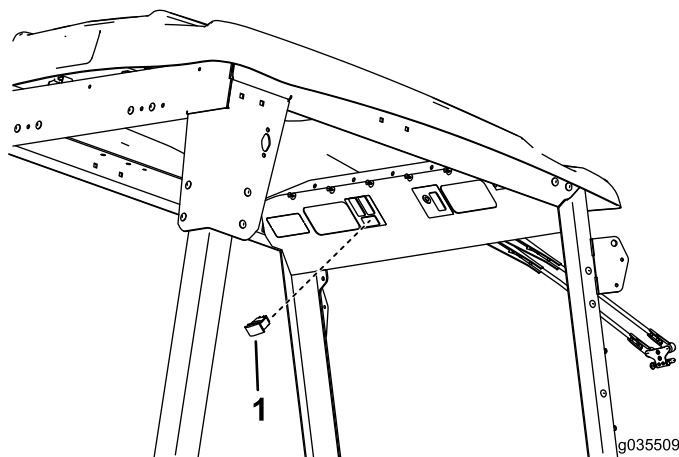

Figure 12
2. Localisez le connecteur du faisceau de câblage existant et branchez l'interrupteur au connecteur (Figure 12).